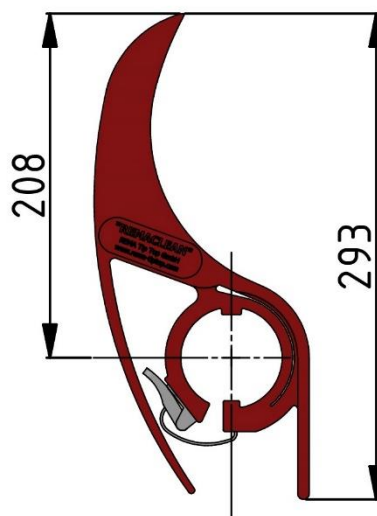

Bild 2
1. Die Montageposition muss nach den beschriebenen Vorgaben ermittelt werden, um die optimale Position der PUR-Segmente zu gewährleisten. (siehe **Bild 2** und **3**)